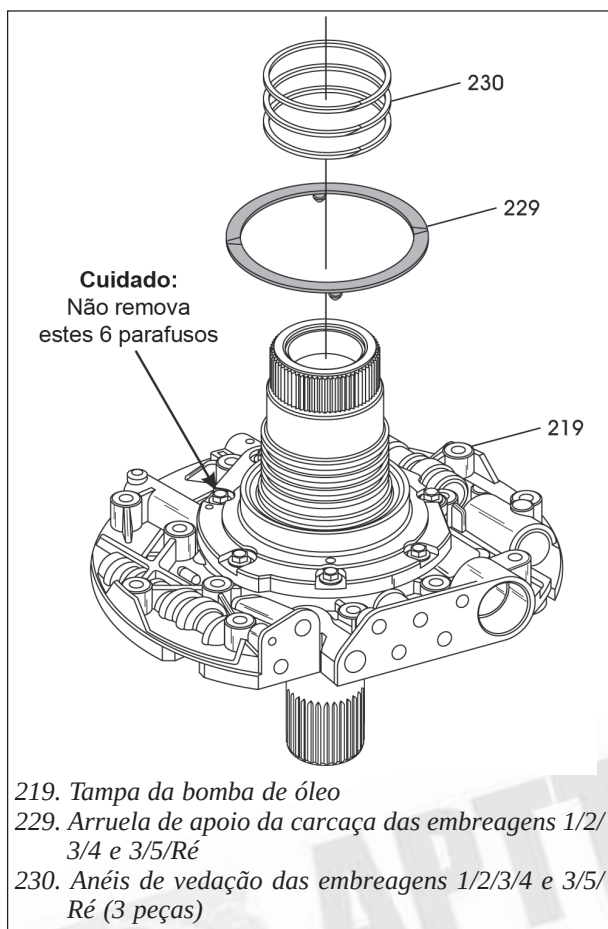

Figura 63
15. Instale a arruela de apoio da tampa da bomba de óleo, conforme mostra a figura 63, e certifique-se que ela está totalmente assentada no seu alojamento, com as orelhas encaixadas nas reentrâncias da carcaça.
16. Instale três novos anéis de vedação, conforme mostra a figura 63.